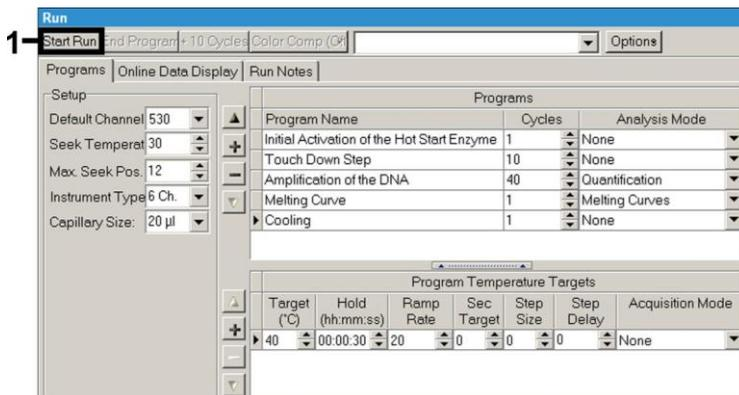

Abb. 13: Starten des PCR-Laufs.
- Zum Starten des PCR-Laufs gehen Sie zum Feld *Run* (Lauf) und aktivieren Sie die Funktion *Start Run* (Lauf starten) (siehe Abb. 13). Das